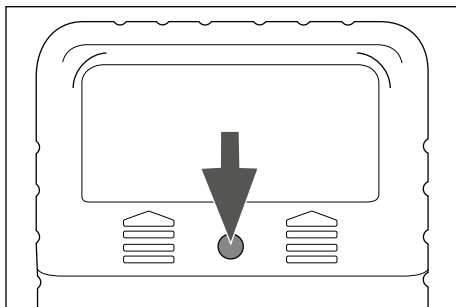

Fig. 1
- 1) À l'aide d'un tournevis, desserrez la vis supérieure située au dos de l'appareil (voir fig. 1). Retirez le cache du compartiment à pile en le glissant vers le haut.